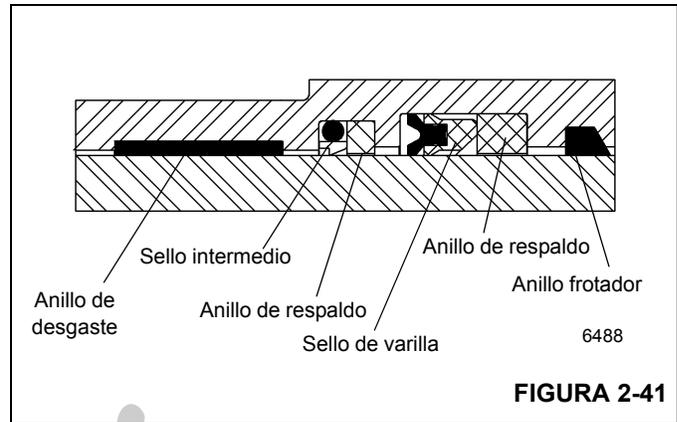

FIGURA 2-41
5. Instale el anillo frotador, los anillos de respaldo, el sello profundo en Z de varilla, el conjunto del sello intermedio y los anillos de desgaste en el interior de la cabeza del cilindro (Figura 2-41).